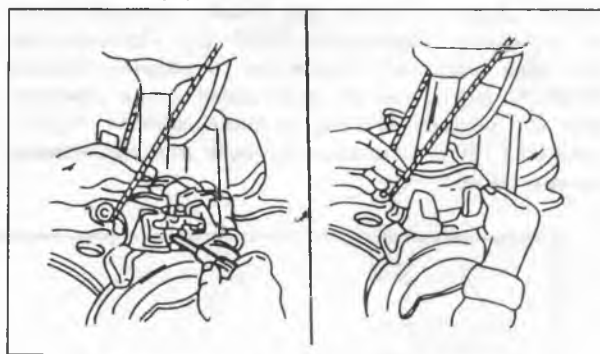

Рис. 269
- ⇒ С помощью отвертки снимите наружную колодку (Рис.269, слева), затем снимите
внутреннюю колодку (Рис.269 справа). Если предполагается установка колодок без их замены, пометьте, какая из них наружная и какая внутренняя.